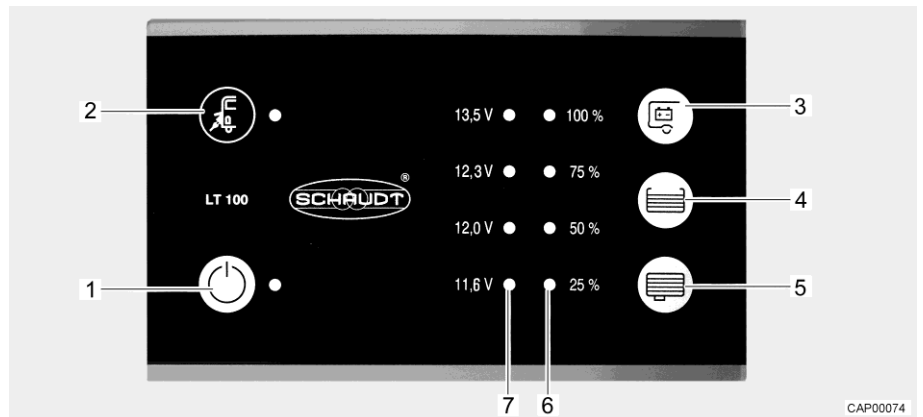

Bild 70 Panel (LT 100)
Nätanslutning Den gula lysdioden lyser vid symbolen nätanslutning "⚡" (Bild 70,2) när fordonet är anslutet till en extern nätanslutning. Lysdioden lyser då också med avstängd panel.
Med huvudbrytaren 12 V (Bild 70,1) kopplas panelen och bodelens 12 V-försörjning till eller från.
Slå på: ■ Tryck på knappen "⏻" (Bild 70,1): 12 V-försörjningen för bodelen är påslagen. Lysdioden lyser grönt.
Slå från: ■ Tryck på knappen "⏻" (Bild 70,1) på nytt: 12 V-försörjningen för bodelen är avstängd. Lampan släcks.
Lysdiodskalan (Bild 70,7) visar batterispänningen för bodelsbatteriet enligt följande:
- Tryck ner knapp " " (Bild 70,3): Bodelsbatteriets spänning visas.
Lysdiodskalan (Bild 70,6) visar fyllnivån i färskvattentanken eller avloppstanken.
Visa nivå: Tryck ner knapp "☰" (Bild 70,4): Färskvattentankens fyllnadsnivå visas med hjälp av lysdiod.
Tryck ner knapp "☰" (Bild 70,5): Avloppstankens fyllnadsnivå visas med hjälp av lysdiod.